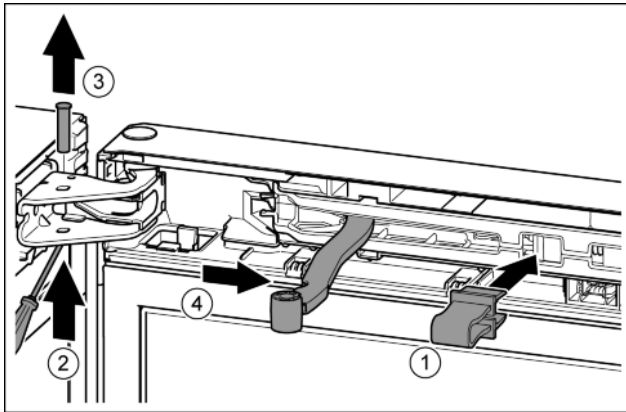

Fig. 12
- ▶ Зафиксировать предохранитель в отверстии. Fig. 12 (1)
- ▶ Выкрутить палец при помощи отвёртки. Fig. 12 (2)
- ▶ Извлечь палец движением вверх. Fig. 12 (3)
- ▶ Повернуть шарнир в направлении двери. Fig. 12 (4)